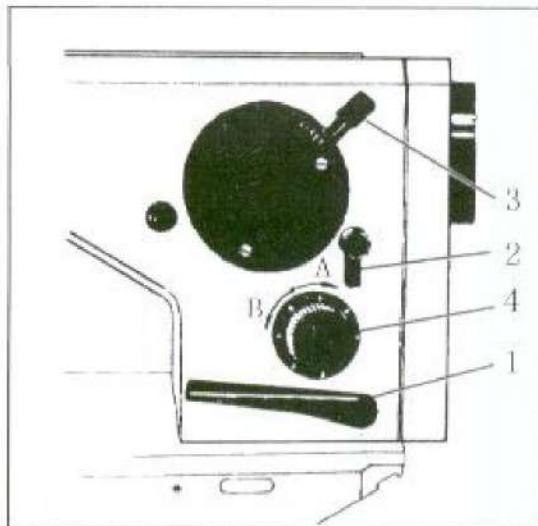

图9
19. 调整线迹长度和倒缝(图9):
20、调整线迹宽度：（图9）